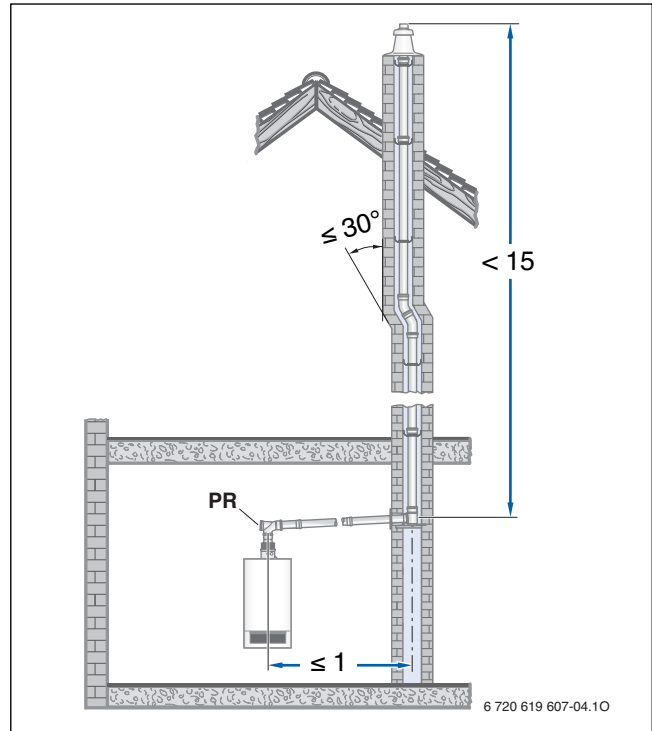
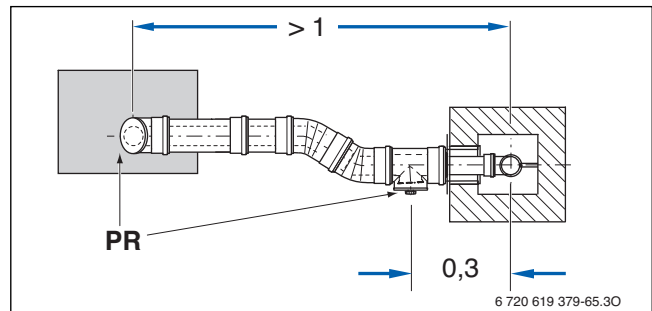

Рис. 4 Пример расположения смотрового люка на горизонтальной трубе без поворотов (размеры в м)
Рис. 5 Пример расположения смотровых люков при наличии колена на трубе – вид сверху (размеры в м)
Согласно DIN 18160-1 и DIN 18160-5, системы отвода дымовых газов, работающие с забором воздуха для горения из помещения, должны быть такими, чтобы их проверка и чистка происходили быстро и безопасно. Для этого нужно предусмотреть установку смотровых люков (→ рис. 4 и рис. 5).
- на торцевой стороне горизонтального участка дымохода на расстоянии не более 1 м от поворота к вертикальной дымовой трубе, если на этом отрезке нет поворотов (→ рис. 4) или
- сбоку на горизонтальном участке дымохода на расстоянии не более 30 см от поворота к вертикальной трубе (→ рис. 5).
- нижний смотровой люк выполнен в соответствии с DIN 18160-1 и 18160-5 (→ рис. 4 и рис. 5).
Пояснения к рис. 4 и рис. 5: